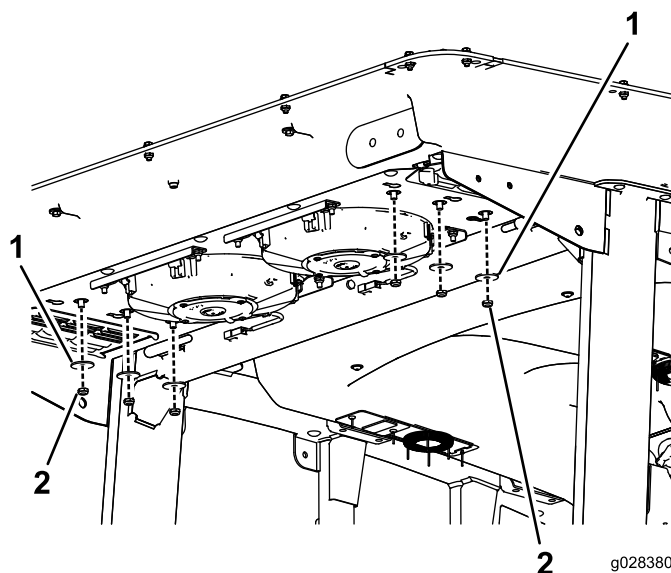

Figure 54
2. Retirez les 6 écrous et rondelles au bas de l'arrière de la cabine (Figure 54).